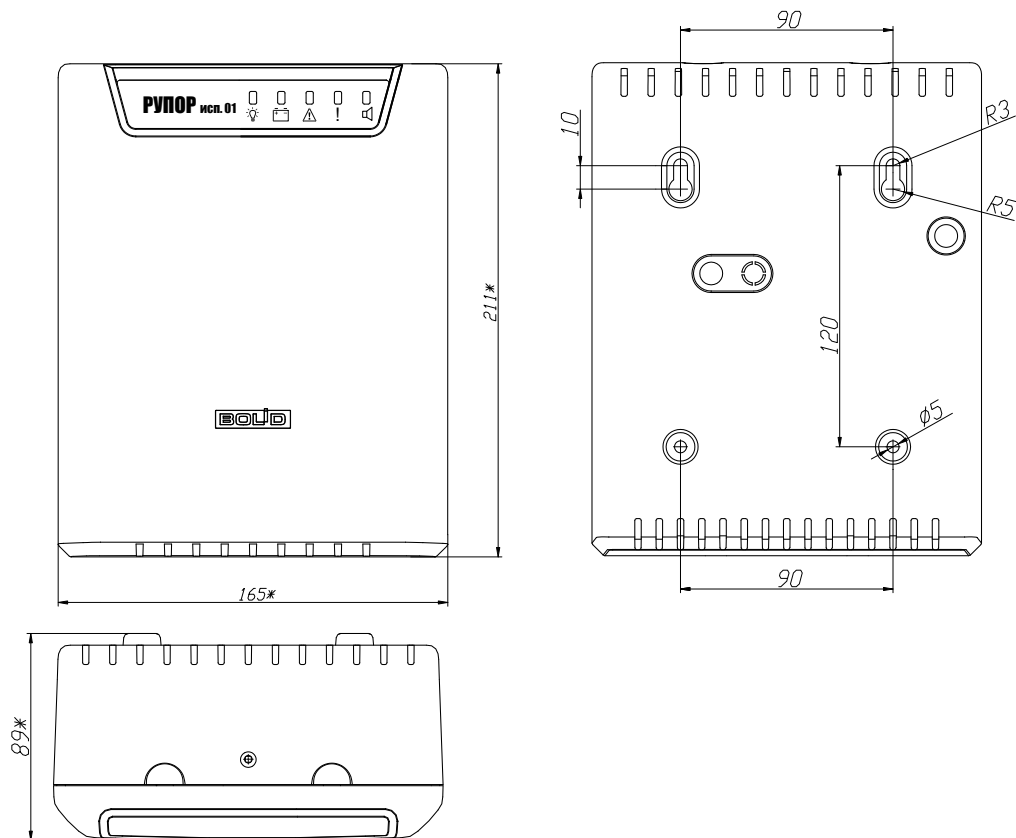

Рисунок 2. Габаритные и установочные размеры блока
2.1 На рис. 2 представлен внешний вид, габаритные и установочные размеры блока.